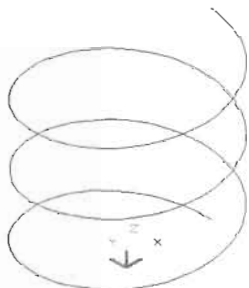

图 14-26
(1) 已知螺旋底面和顶面的半径为 50mm，螺旋的高度为 30mm。在命令提示行输入 Helix 命令并回车，绘制如图 14-26 所示的螺旋，命令执行过程如下。